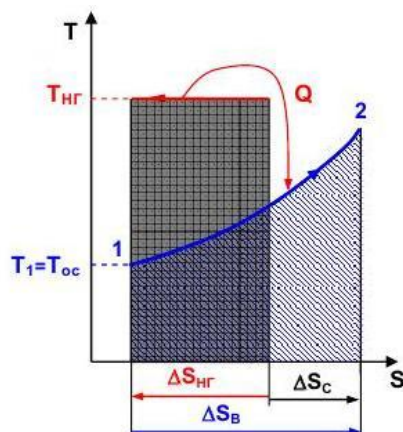

Рис. 2
10. С помощью электронагревателя (рис.2) 10 кг воздуха изобарно нагреваются от температуры внешней среды  $t_1=t_{oc}=20^\circ C$  до  $t_2=700^\circ C$ . Температура нагревателя  $t_{нг}=1000^\circ C$  остается постоянной. Определить увеличение энтропии системы и потерю возможной работы – эксергии за счет необратимости этого процесса теплообмена. Считать систему замкнутой изолированной, а воздух идеальным двухатомным газом с  $c_p=\text{const}$ .